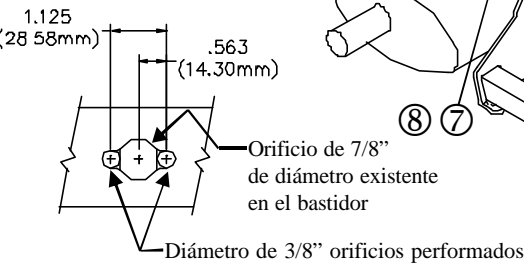

Figura 2
Modifique este orificio - ambos lados para permitir la inserción - Ver Figura 2
- Use una perforación de 3/8" y lije para modificar el orificio más delantero en cada larguero del bastidor, como se muestra en la Figura 2, para permitir la inserción de los espaciadores y los pernos de carruaje.